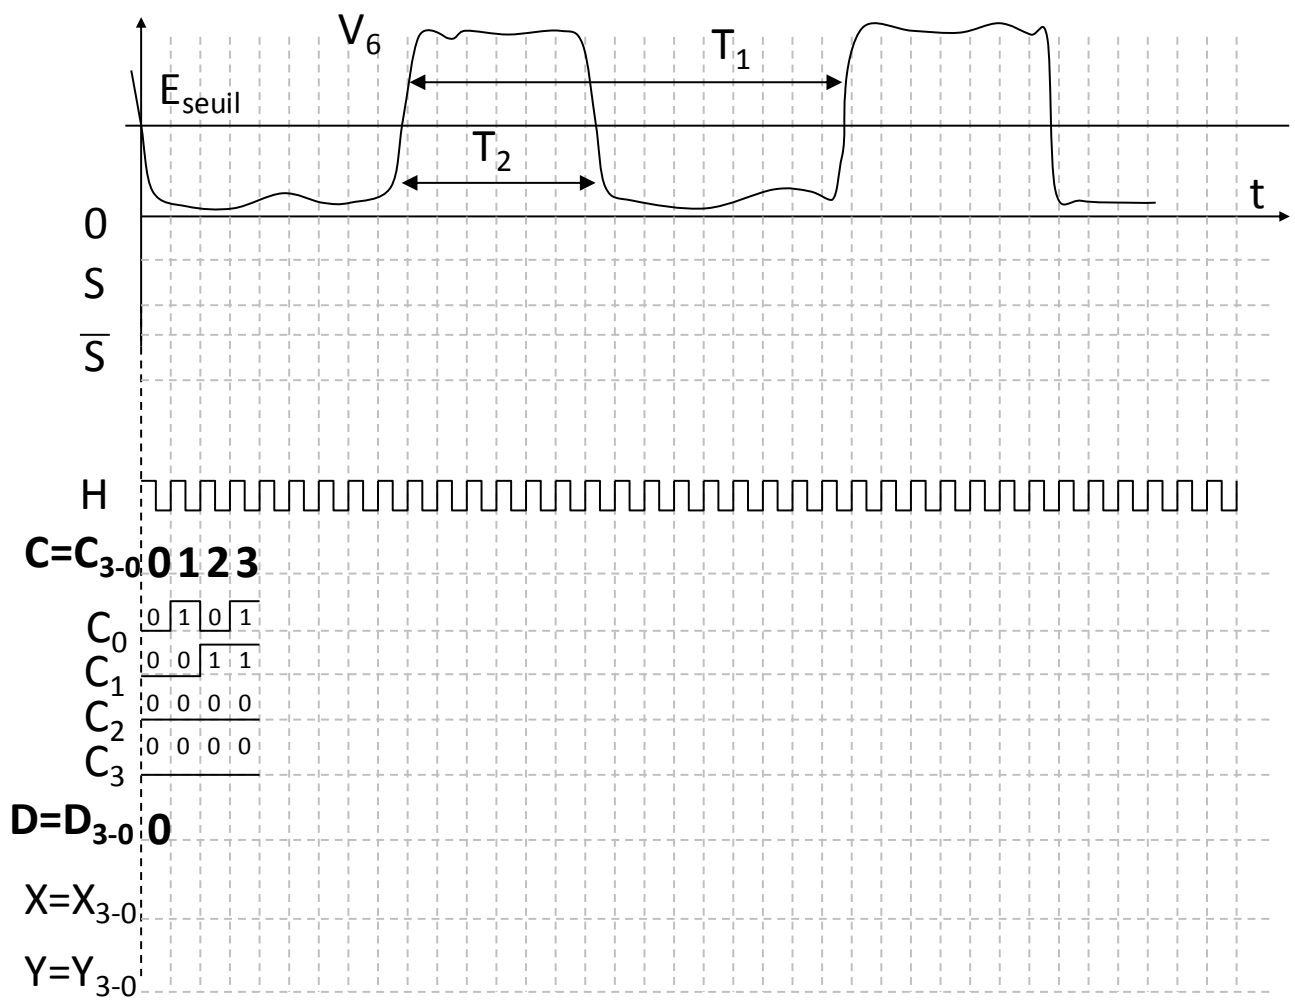

Figure 4 : Chronogramme du circuit de réception
- 13- Représentez sur la figure 4 les évolutions des signaux logiques S et $\bar{S}$. On suppose que le comparateur donne des tensions compatibles avec les circuits logiques.
- 14- Représentez sur la figure 4 où on a supposé $N=4$, les évolutions des signaux logiques C_0 à C_3 ainsi que la valeur numérique C associée.
- 15- Représentez sur la figure 4 les évolutions de valeur numérique D associée aux signaux logiques D_0 à D_3 .
- 16- Représentez sur la figure 4 les évolutions des signaux numériques X et Y correspondant aux signaux logiques X_0 à X_3 et Y_0 à Y_3 .
- 19- Sur la figure 4, quelles sont les valeurs de X et Y ?
- 20- On sait que $R_2=2 R_1$ et $R_0= 10k\Omega$. Donnez la valeur de R_T mesurée par la figure 4.